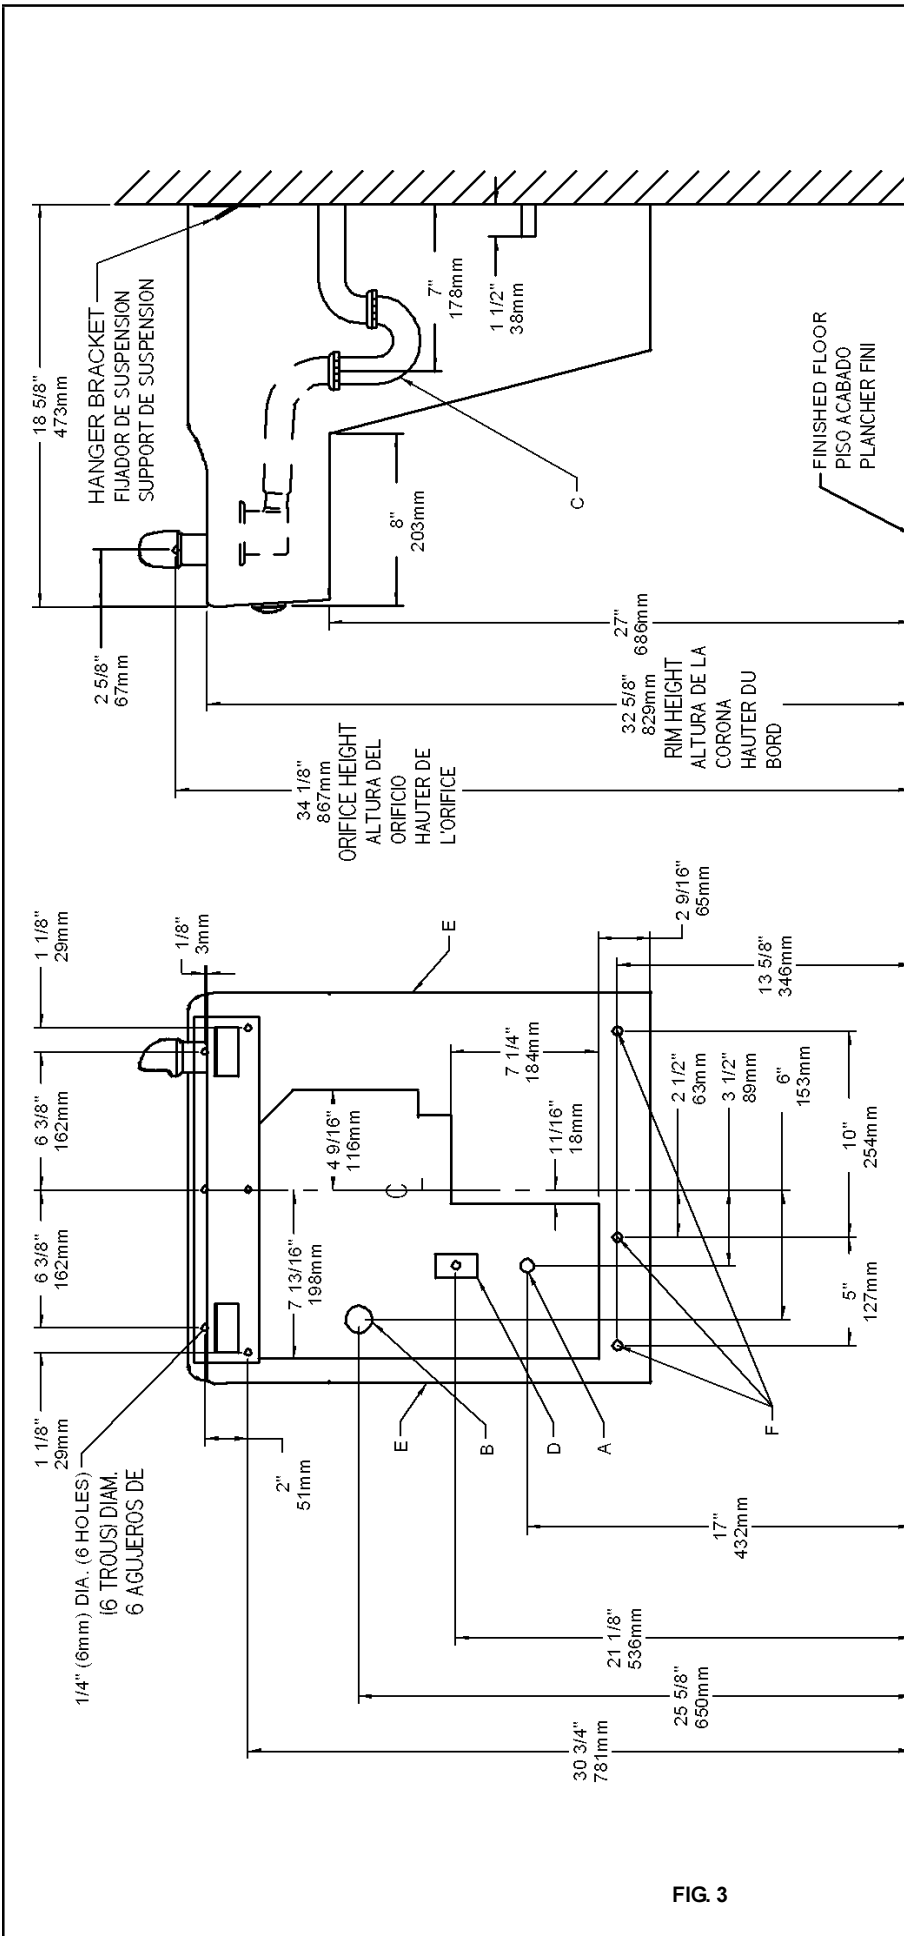

FIG 3
- 1) Remove hanger bracket fastened to back of cooler by removing one (1) screw.
- 2) Mount the hanger bracket and trap as shown in Figure 3.
- 4) Hang the cooler on the hanger bracket. Be certain the hanger bracket is engaged properly in the slots on the cooler back as shown in Figure 3.
- 5) Loosen the two (2) screws holding the lower front panel at the bottom of cooler base and two (2) screws at the top. Remove the front panel and set aside.
- 7) Remove the slip nut and gasket from the trap and install them on the cooler waste line making sure that the end of the waste line fits into the trap. Assemble the slip nut and gasket to the trap and tighten securely. Recommend fastening cooler to wall using 7/16 bolt holes. (see fig.3, "F")
- 1) Quite el fijador de suspensión sujetados a la parte posterior del enfriador quitando un (1) tornillo.
- 2) Monte el fijador de suspensión y quite el purgador como se muestra en la Fig.3.
- 1) Retirez le support de suspension à l'arrière du refroidisseur en enlevant une (1) vis.
- 2) Installez le support et le siphon tel qu'indiqué à la fig. 3.
- 4) Installez le refroidisseur sur le support en vous assurant que ceux-ci sont bien installés dans les fentes à l'arrière du refroidisseur tel qu'indiqué à la figure 3.
- 5) Dégagez les deux (2) vis retenant le panneau inférieur avant au bas de la base du refroidisseur ainsi que deux (2) vis sur le dessus. Retirez le panneau avant et mettez-le de côté.